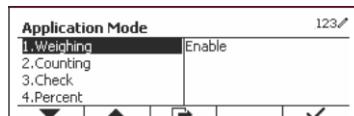

Figure 38
- Dans le menu du mode d'application, accédez au sous-menu de pesage. (Voir Figure 38)